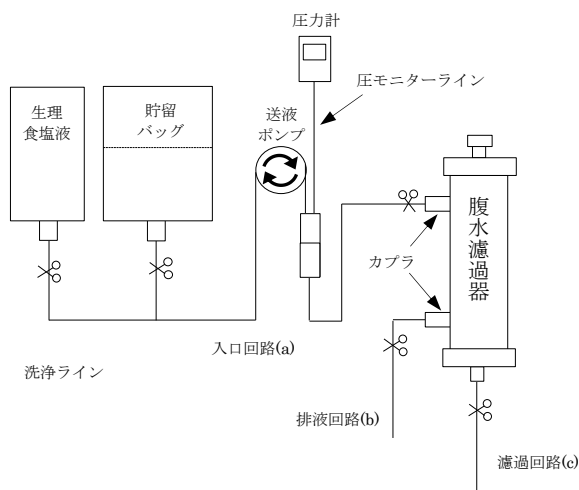

図 2 外圧濾過法(ポンプ式)の回路図
- 1) 本品をホルダーに取り付ける。(以降の手順に従い、図 2 の通り接続する)